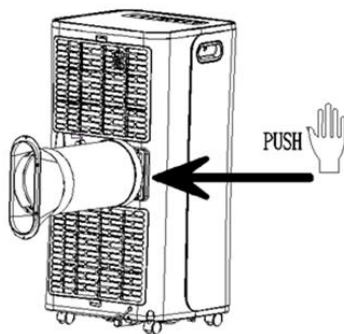

Bild 1
1.1 Installera värmeröret (se bild 1).
- 2) För in värmeröret (utblåsrörets ände) i den bakre panelens ventilationsöppning (tryck till vänster) och slutför monteringen (se bild 1).